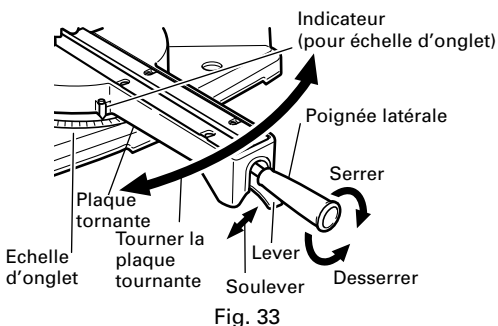
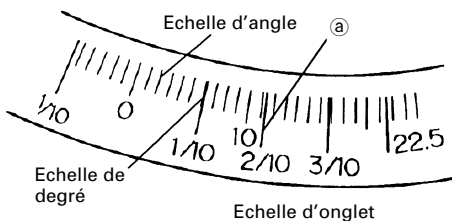

Fig. 33
Fig. 34
- (1) Desserrer la poignée latérale et tirer vers le haut le levier des butées d'angle. Cela fait, régler la plaque tournante jusqu'à ce que l'indicateur soit aligné avec le réglage désiré sur l'échelle de coupe d'onglet (Fig. 33).
- (2) Resserrer la poignée latérale pour fixer la plaque tournante à la position voulue.
- (3) L'échelle d'onglet (Fig. 34) indique à la fois l'angle de coupe de l'échelle d'angle et le degré de l'échelle de degré.
- (4) Le degré, qui est le rapport de la hauteur sur le socle de la section triangulaire à retirer, pourra être utilisé pour régler l'échelle d'onglet à la place de l'angle de coupe, au besoin (voir Fig. 34).
- (5) En conséquence, pour couper une pièce à un angle de $2/10$, régler l'indicateur sur la position ①, comme indiqué à la Fig. 34.